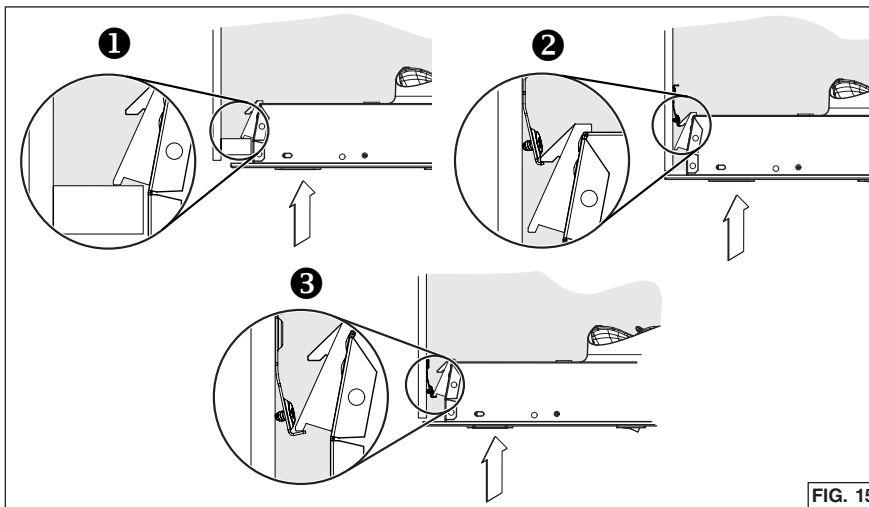

FIG. 15
2. Insérer l'appareil dans l'armoire, jusqu'à ressentir un « clic » provenant des deux côtés de l'appareil, confirmant que les crochets *Ease of Install* s'appuient sur le dessus des côtés de la base de l'armoire (1), ou sur les supports fixes (2) ou (3) (FIG. 15). Bouger l'appareil de gauche à droite, d'avant à l'arrière et le lever pour vérifier que les crochets *Ease of Install* retiennent l'appareil à l'intérieur de l'armoire.